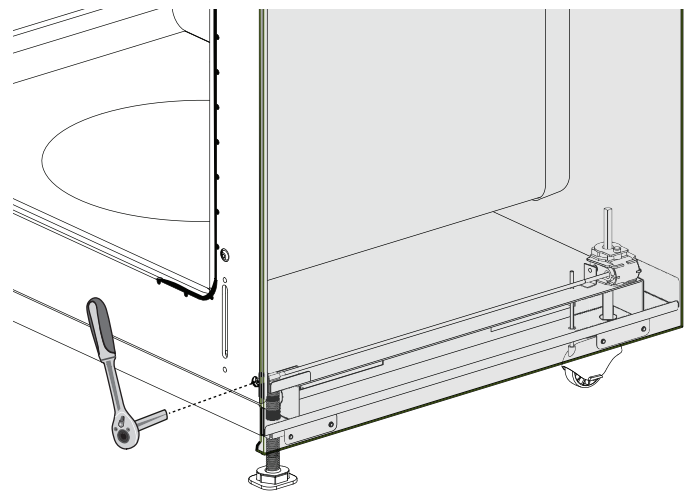

Figure 19: Vous pouvez ajuster la hauteur des deux roulettes arrière
5. Vous pouvez ajuster la hauteur des deux roulettes arrière en faisant tourner la DOUILLE de 1/2 po située derrière le boîtier frontal, comme illustré sur la Figure 19.